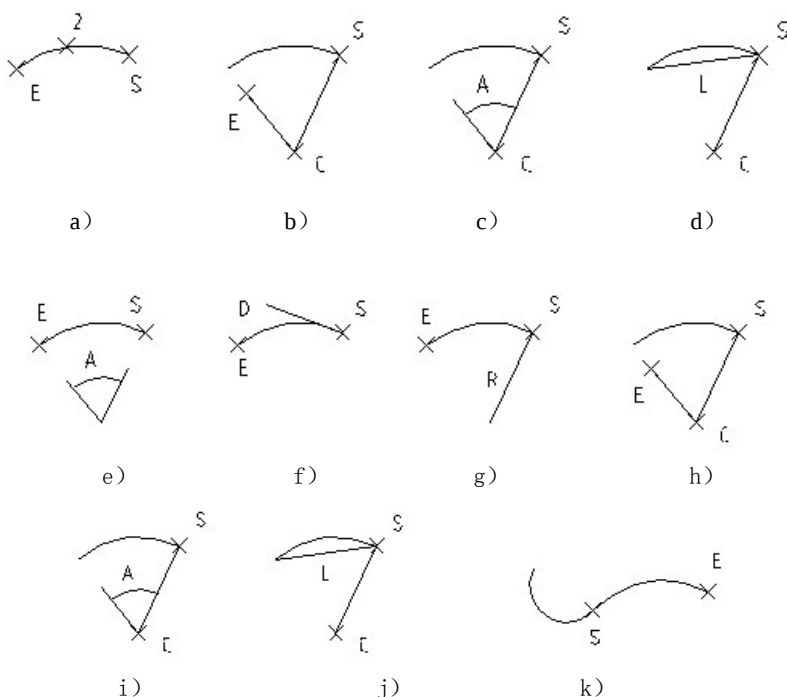

图 2-15 11 种绘制圆弧的方法
(1) 用命令方式画圆弧时, 可以根据系统提示选择不同的选项, 具体功能和用“绘制”菜单的“圆弧”子菜单提供的11种方式相似。这11种方式如图2-15所示。